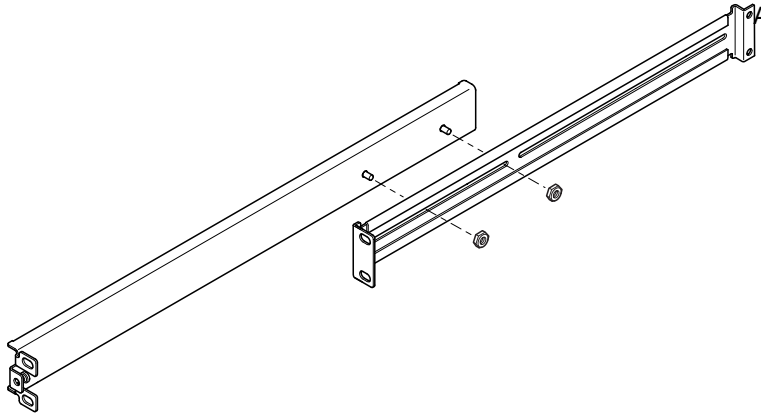

FIGURA 2-2 Colocación de los rieles de montaje de un bastidor Sun StorEdge de 72 pulgadas de alto
1. Coloque las dos partes del riel de forma que la orejeta de ángulo doble (A) se encuentre en la posición correcta en función del bastidor en que se instale.
- En el bastidor Sun StorEdge de 72 pulgadas de alto (19 pulgadas de ancho), la orejeta de ángulo doble (A) debe estar en la parte posterior (consulte la FIGURA 2-2).